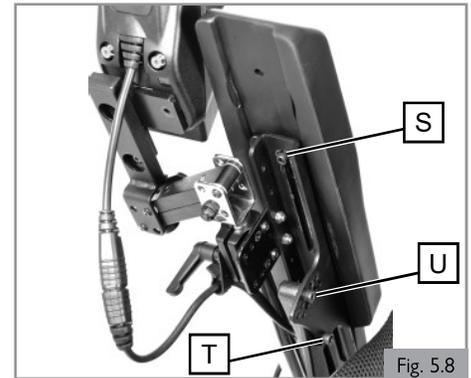

Fig. 5.8
5.6 Reposabrazos de soporte (Fig. 5.8 y 5.9)